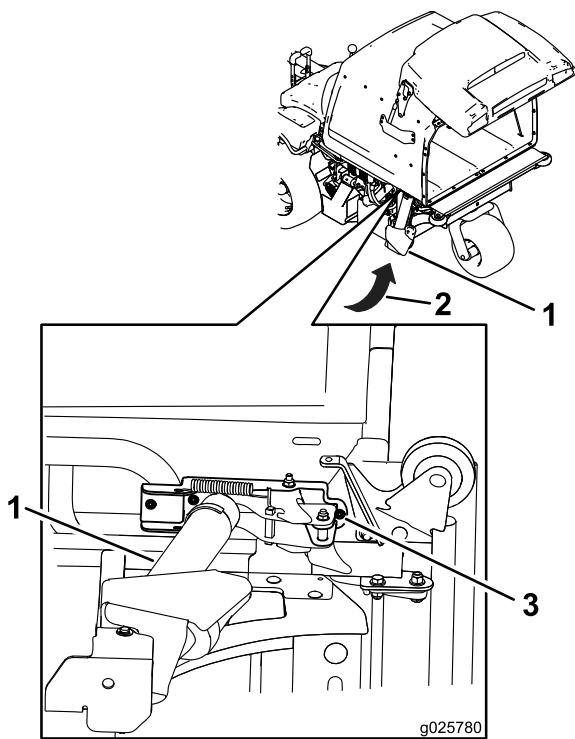

Figura 8
13. Mirando desde abajo, localice el taladro trasero del soporte de elevación de la tolva (Figura 8).
15. Perfore un taladro de 8.4 mm (11/32 pulgada) de diámetro en el bastidor trasero (Figura 8).